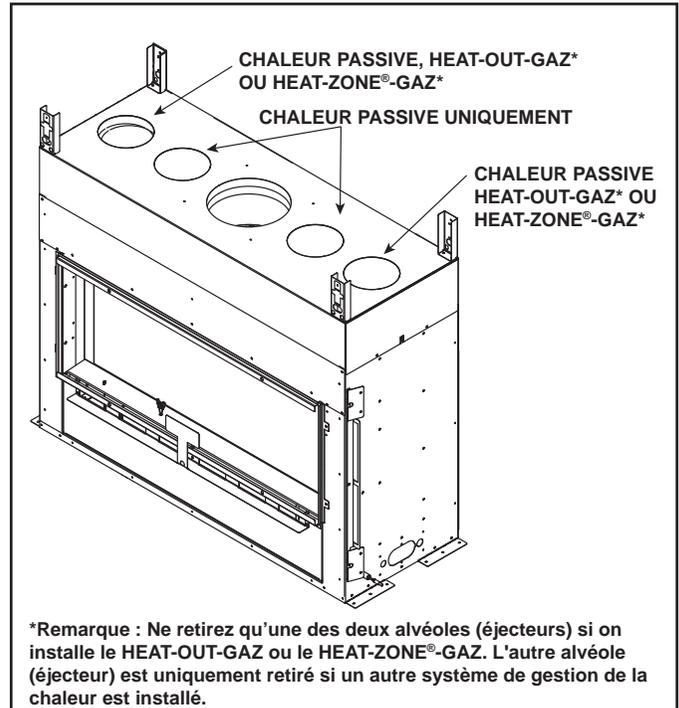

Figure 6.4
- Centrez le collet du conduit autour du trou exposé et attachez-le à l'appareil. Voir la figure 6.4.
- La chaleur passive peut être utilisée avec le HEAT-OUT-GAZ ou un HEAT-ZONE-GAZ. Les alvéoles défonçables correspondantes, comme illustré à la Figure 6.4, doivent uniquement être utilisées comme il est indiqué.